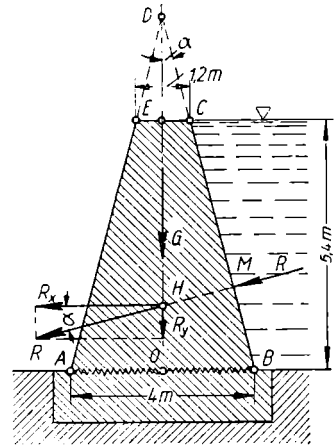

Bild 227
42. Eine Staumauer von 5,4 m Höhe hat den trapezförmigen Querschnitt nach Bild 227. Gesucht wird